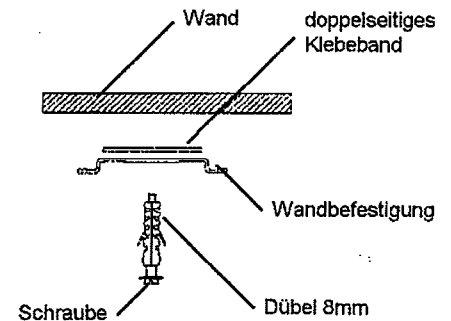

Abb. 2 Wandmontage
- Dosiergerät befestigen (Wandbefestigung, max. Abstand vom Automaten 1,5 Meter; Abb.2)